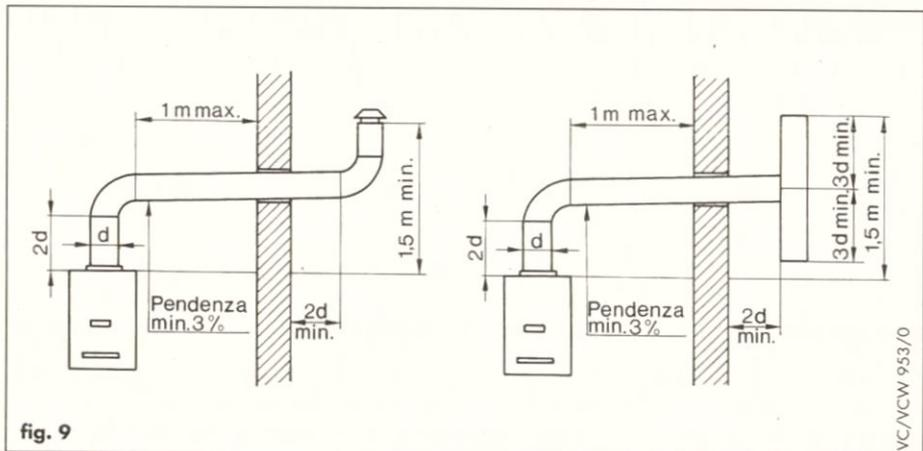

fig. 9
a) levare il coperchio della morsettieria (1) dopo aver svitato la vite di fissaggio (2).
b) fare il collegamento elettrico alla morsettieria (3) ed alla vite di messa a terra (4) secondo lo schema sottostante fig. 9.